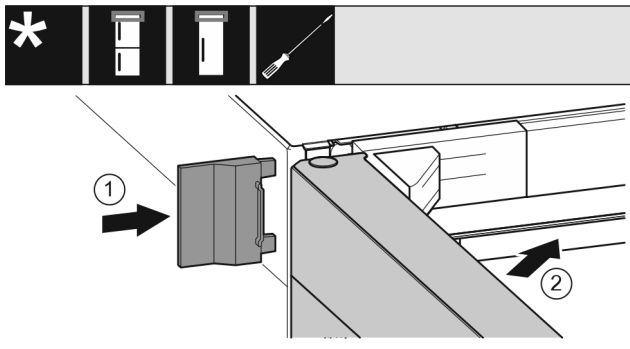

Fig. 35
- ▶ Насуньте зовнішню кришку. Fig. 35 (1)